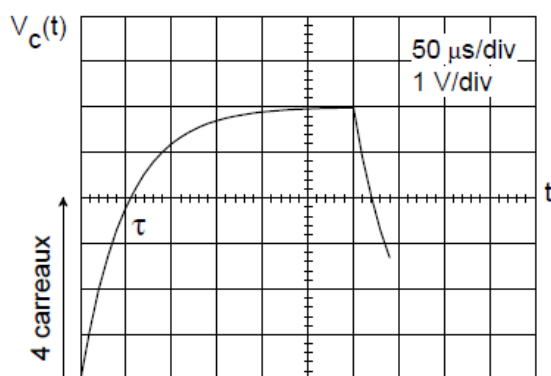

figure : 9
- Régler l'amplitude maximale du signal à 6 carreaux (figure 9).